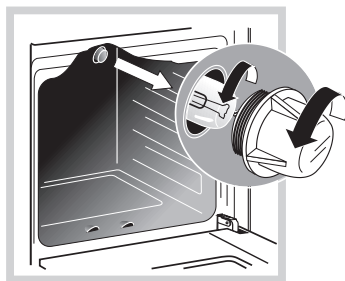

Рис.22
- Открутите стеклянный плафон (рис.22).